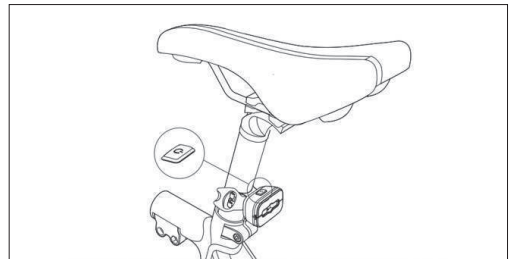

Figura 9-2
- Monte la luz trasera en el tubo del sillín, como se muestra en [Figura 9-2].